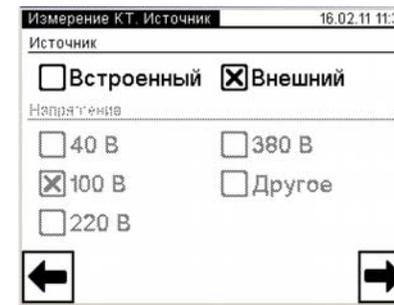

Рисунок 6.65
7) Выбрать вариант источника питания, для чего нажать в поле "Внешний" в подразделе "Источник" в окне "Измерение КТ. Источник" (рисунок 6.65).
9) Включить режим установки напряжения внешнего источника питания, щелкнуть по кнопке  в поле "Измерение" (рисунок 6.58). На экране появится окно "Установка" (рисунок 6.65).
11) Установить номинальное значение междуфазного напряжения при измерении отношения напряжений (коэффициента трансформации), регулируя выходное напряжение внешнего источника питания и наблюдая его значение в окне (рисунок 6.65)
12) Выполнить измерение, для чего щелкнуть по кнопке  "Измерение" (рисунок 6.65). На экране появится окно, демонстрирующее динамику процесса измерения (рисунок 6.66), а затем – окно с результатами измерения (рисунок 6.67), полученными при использовании внешнего источника. Для просмотра всех результатов поочередно нажать на вкладки "А-В", "В-С", "С-А". При необходимости процесс измерения может быть остановлен нажатием кнопки .